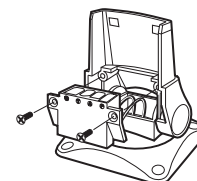

Figure 12
4. Placez le socle de connecteur en position et vissez-le au support de montage avec les deux vis #6-32 x 19 mm ($\frac{3}{4}$ po) (Figure 12). Serrez à la main seulement !